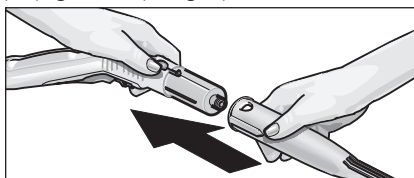

Fig. 2: Påsætning af tilbehør på damp pistolen
- Forbind den ønskede tilbehørsdel (D1,E1,F1) med damp pistolen (C1). Stik den rørformede ende af det valgte stykke tilbehør på damp pistolen (C1). Skub tilbehørsdelen på damp pistolen og lad åbnetasten (C3) gå i hak (se fig. 2).